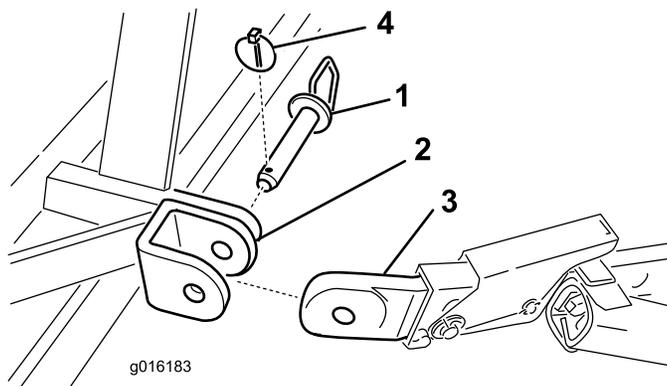

Рисунок 4
5. Закрепите рычаги нижней тяги на монтажных кронштейнах аэратора с помощью пальцев сцепного устройства и шплинтов (Рисунок 4).